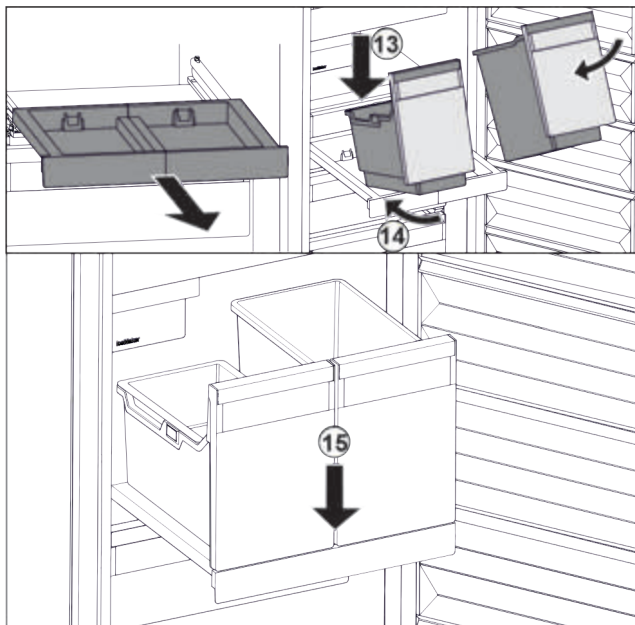

Fig. 90
- ▶ Встановити резервуар на витяжну панель навкоси. Fig. 90 (13)
- ▶ Насунути резервуар навкоси до задку. Fig. 90 (14)
- ▶ Резервуар опустити спереду. Fig. 90 (15)